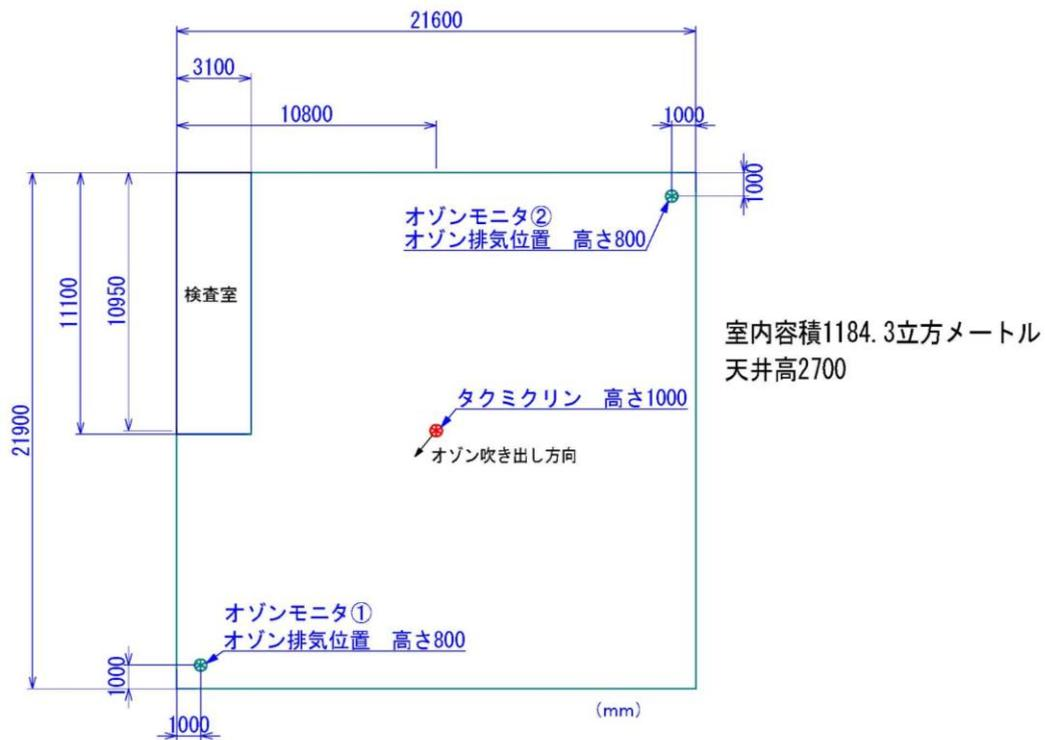

図1.試験配置図
オゾンモニタ②: オゾンモニタ①と対極でオゾン濃度が低くなるフロア入り口側 (図1参照)
- 2) 図1のようにオゾンモニタを設置しオゾン発生を開始する。